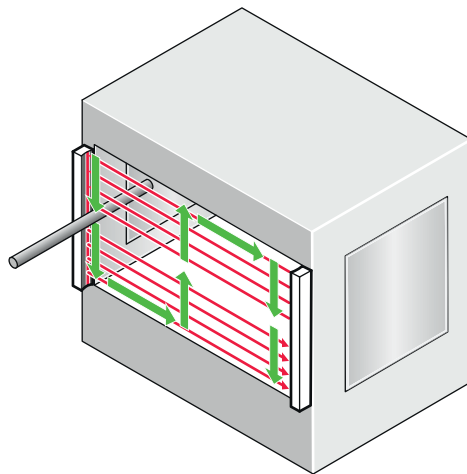

Рисунок 31: Контроль с помощью пробника: 1-й шаг
1. Медленно ввести пробник в контролируемую зону (например, проем в машине, как показано стрелками, *см. рисунок 31*).